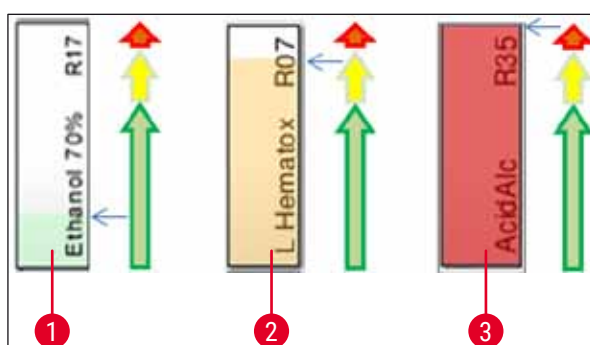

Fig. 69
- O culoare de fundal (→ "Fig. 69")
- Culoarea de fundal arată statusul consumului reactivului (→ "Fig. 69"). Pe măsură ce reactivul este consumat, bara de culori se ridică de jos în sus și se modifică culoarea pe baza stării consumului.